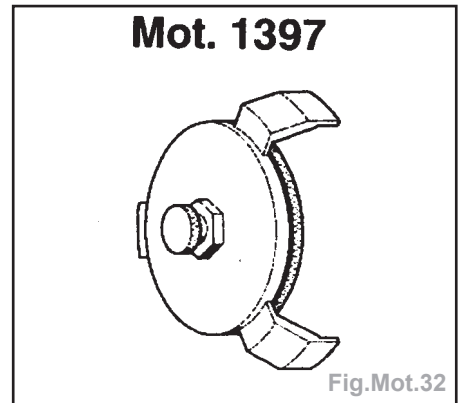

Fig.Mot.32
- Déposer l'écrou de fixation à l'aide de l'outil **Mot.1397** (débloquer l'écrou, enlever l'outil, dévisser l'écrou à la main puis le retirer) (Fig.Mot.32).